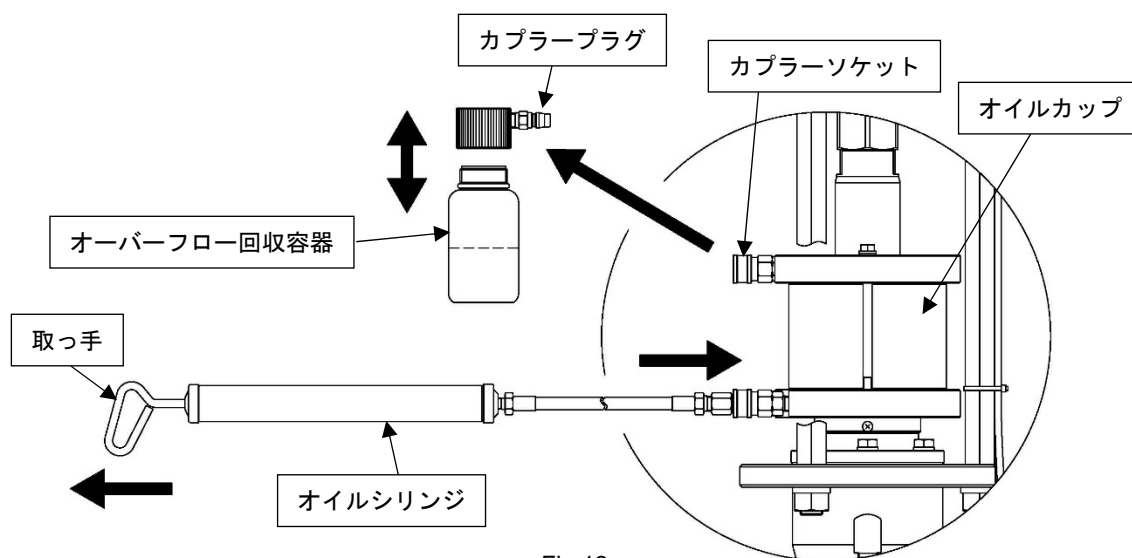

Fig.12
- 1) オーバーフロー回収容器にオイルが流れ込んでいる場合は、容器をカプラーソケットから取り外し、適当な廃油容器にオイルを捨ててください。(Fig.12)
- 2) 専用オイルシリンジ OS-200W (オプション) の取っ手を押し込んでから、先端ホースをオイルカップの下側カプラーソケットに接続し、下記の要領でカップ内のオイルを空にしてください。(Fig.12)